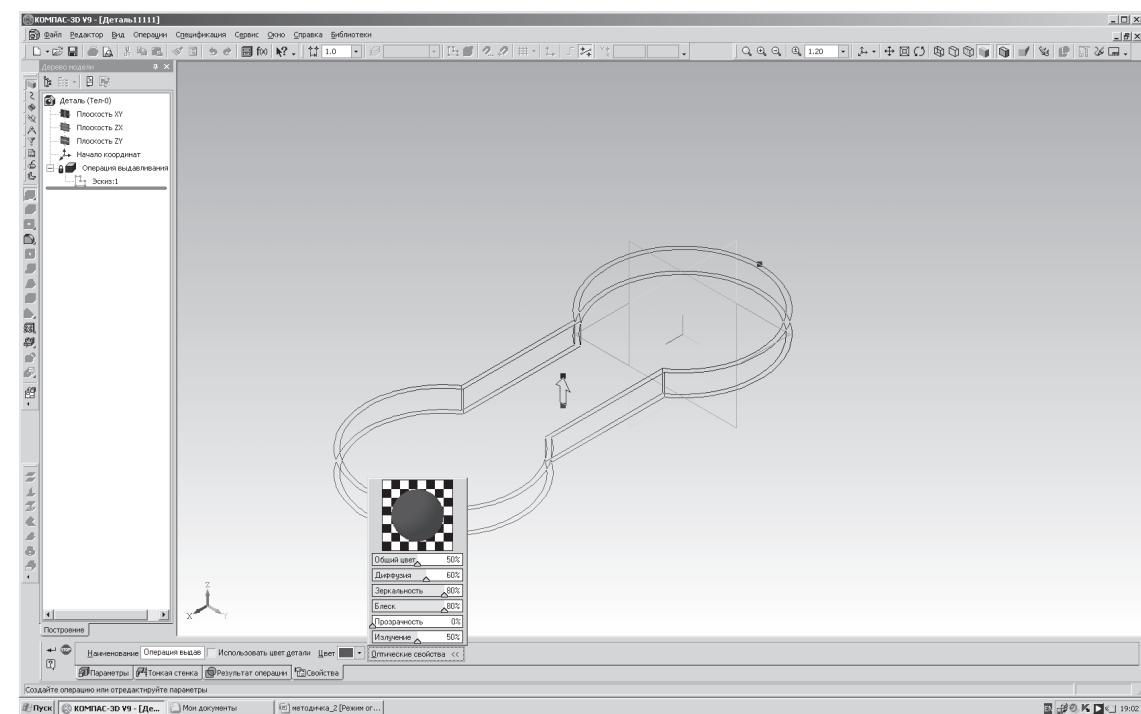

Рис. 13. Выдавливание. Панель свойств. Свойства
- свойства, где можно менять цвет детали и ее оптические свойства (рис. 13)